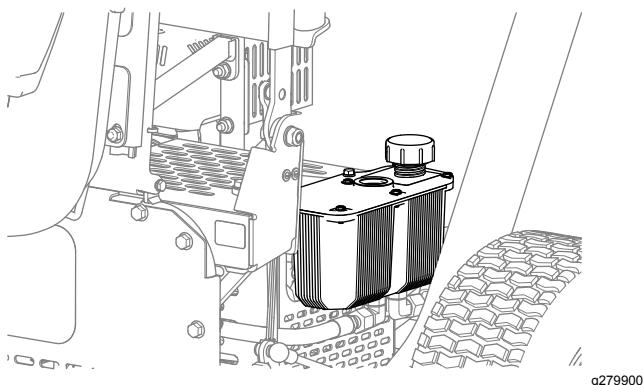

Рисунок 38
4. Установите на место крышку бака (Рисунок 38).
2. Снимите крышку гидравлического бака (Рисунок 38).